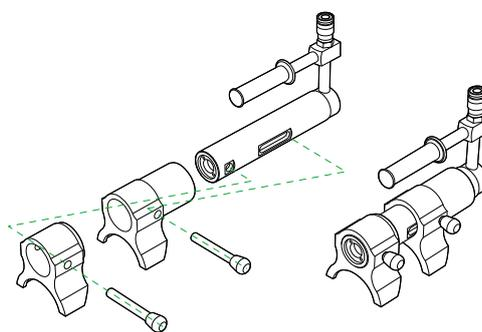

Рис. 4.5.9
10. Снять расширительную насадку. Установить тиски (опорную и подвижную губки, закрепить их фиксаторами) (рис. 4.5.9).